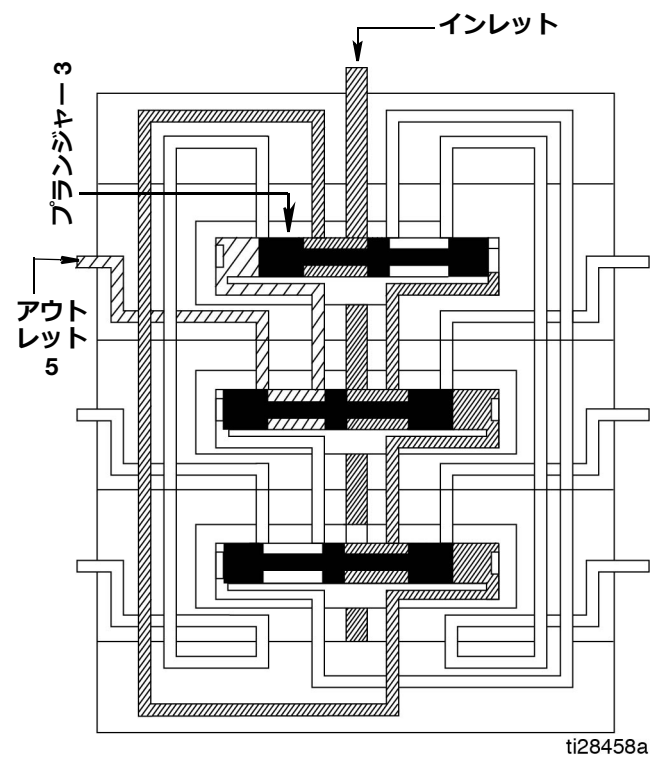

図 15
2. プランジャー 3 が開き、アウトレット 5 に送られます (図 15)。